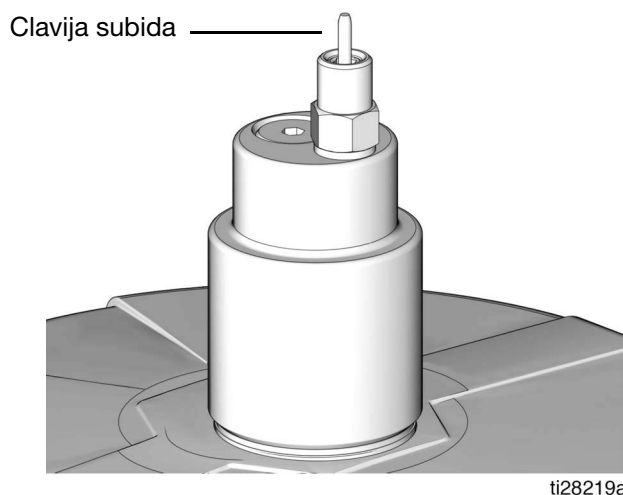

FIG. 23
3. Retire la cubierta antipolvo amarilla del acoplador de llenado (M).
4. Conecte la manguera de suministro (J) entre la bomba de la estación de llenado remoto (F) y el puerto del acoplador de llenado (marcado con una "I").
5. Ponga en marcha la bomba de la estación de llenado remoto (F).
6. Cuando se llene el depósito G5 (D):
- la bomba de la estación de llenado remoto (F) se para en presión (sin flujo),
- la válvula de desconexión de llenado automático salta (FIG. 23),
- el manómetro (R) aumenta hasta la presión establecida en la bomba de llenado.
2. Desconecte la manguera de suministro (J) de la desconexión rápida (V).
3. Encienda la bomba de la estación de llenado remoto (F) y llene el depósito (D) de la G5 hasta que suba la clavija indicadora de la válvula de desconexión de llenado automático (B) (consulte la FIG. 23). La presión de la bomba de llenado (F) aumenta y la bomba se para en presión.
4. Corte el suministro de aire (H) hacia la bomba de llenado (F).
6. Desconecte la manguera de suministro (J) de la desconexión rápida (V).